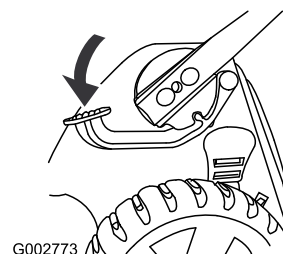

Figura 50
1. Premete il pedale col piede e tenetelo premuto (Figura 50).